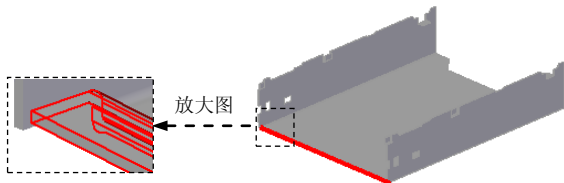

图 8.8.40 轮廓弯边特征 5
(1) 选取要镜像的特征。选取 Step15 所创建的特征为镜像源。
(2) 选择命令。单击“主页”功能选项卡“阵列”工具栏中的  **镜像** 按钮。
(3) 定义镜像平面。选取前视图 (XZ) 平面为镜像平面。
(4) 单击  按钮, 完成特征的创建。
Step17. 创建图 8.8.40 所示的轮廓弯边特征 5。